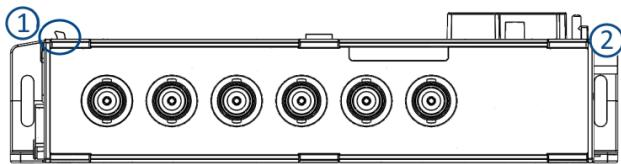

Abb. 3: Verbindungsnae & Verriegelungswippe
1. Verbindungsnasen in die Nut einhaken, siehe Abb. 3 Position (1).
2. Verbindungsnasen, siehe Abb. 3 Position (1), aus der Nut herausziehen